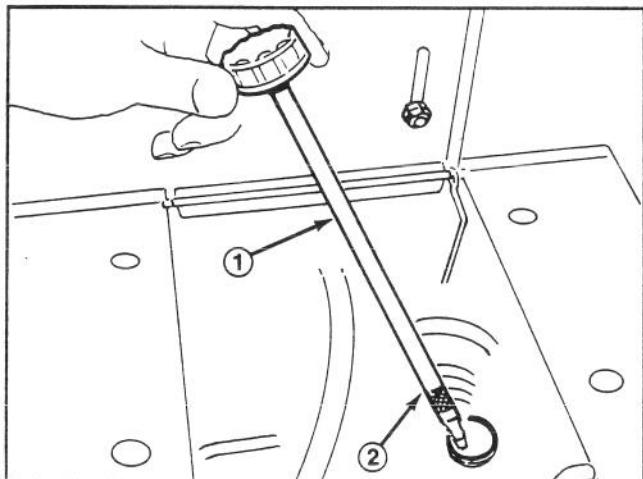

Fig. 1
3. Togliete l'asta di misurazione dal tubo di riempimento (Fig. 1).
5. Versate l'olio lentamente nella coppa (Fig. 1). Per il motore potete utilizzare qualunque tipo di olio detergente di prima qualità validato dalla classifica di servizio SF o SG dell'American Petroleum Institute (API). Scegliete un olio la cui viscosità (peso) sia adatta alla temperatura ambientale prevista.
6. Fate oscillare lievemente il trattore per far uscire l'aria racchiusa nella coppa dell'olio. Avvitate a fondo l'asta di misurazione nel tubo di riempimento, quindi toglietela ed accertate che il livello dell'olio raggiunga il segno di " pieno " FULL, sull'asta (Fig. 1). Se il livello fosse basso, rabboccate fino a raggiungere il segno di pieno.